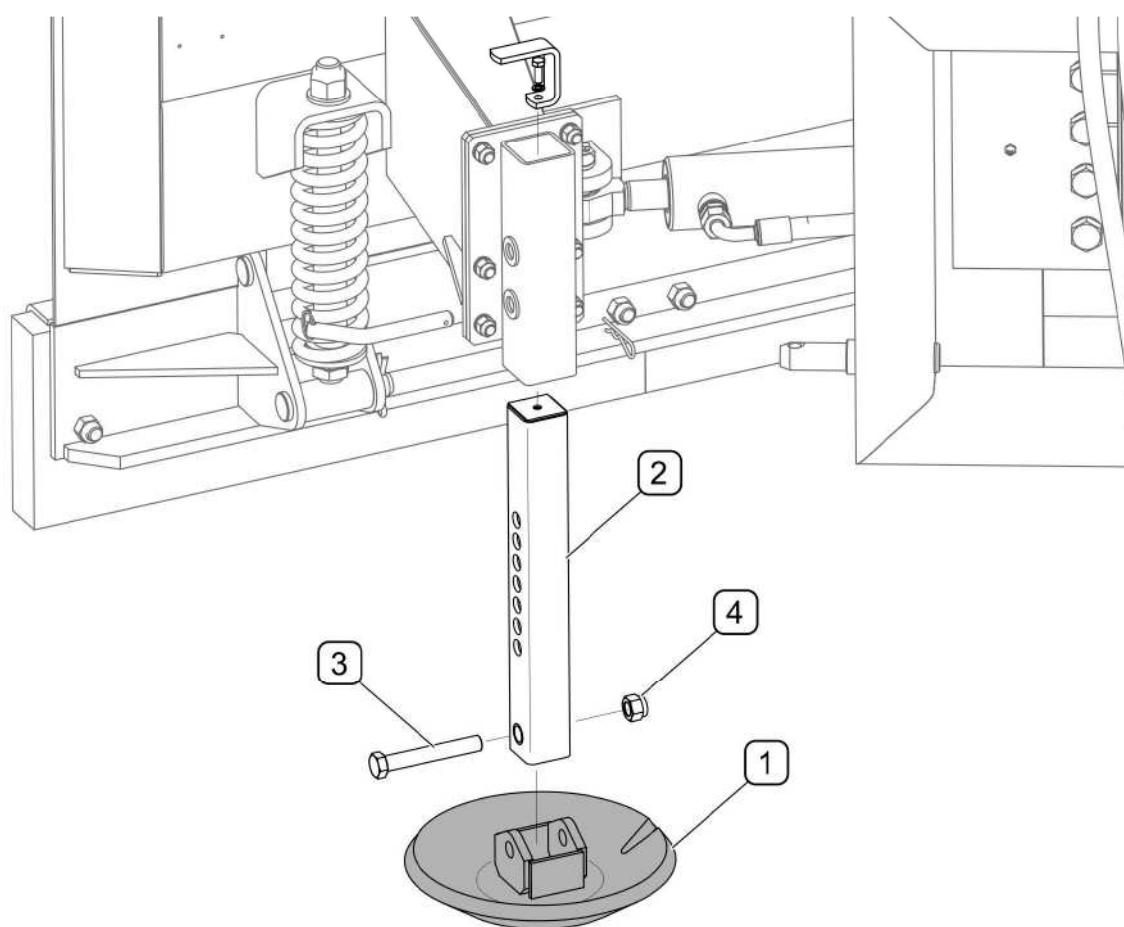

РИСУНОК 5.2 Замена скользяна
(1)-скользун; (2)- ползун; (3)- болт; (4)- гайка;
Отработанные и поврежденные элементы скользящих нужно заменить новыми (РИСУНОК 5.2). Для этого нужно поднять плуг и поставить на стабильные и прочные упоры. Если плуг навешен и поднят на передней трехточечной системе навески, то необходимо дополнительно предохранить его от оседания, □ выключить двигатель трактора и поставить его на стояночный тормоз. Отвинтить гайку (4), вынуть болт (3), скрепляющий скользящий (1) с ползуном (2). Проверить скользящий и остальные элементы на наличие повреждений или чрезмерного износа. Перечень рабочих элементов скользящего и их номера в каталоге представлены в ТАБЛИЦА 5.3